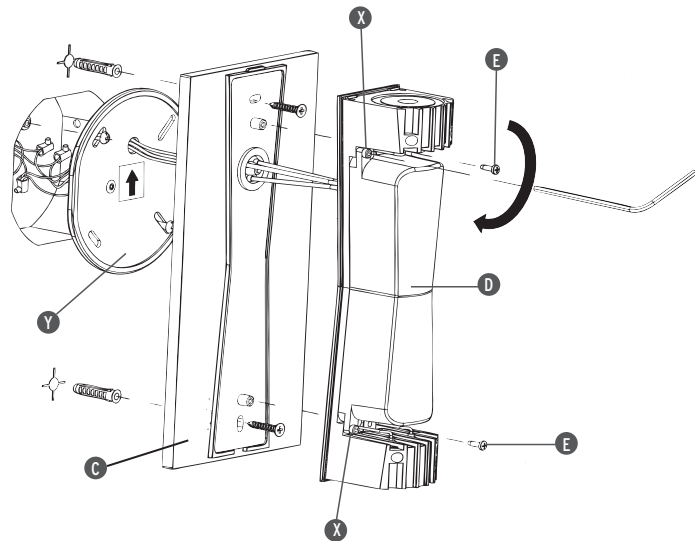

Fig. 1b
<GB> Fig.1b Separate the wall attachment (C) from the body (D) by unscrewing the screws(E); pass the power cables from the device through the central hole of the covering plate (Y) , then make the electrical connections in the Junction Box (White to white, black to black, green to earth); fix the covering plate (Y) to the Junction Box with the screws provided taking care to follow the direction of the arrow, then fix the attachment to the wall (C) with screws and rawl plugs; N.B.use rawl plugs appropriate to the mounting medium. Remount the body (D) to the wall attachment (C) with the screws (E), then tighten down the four screws (X) with the tool provided.
<FR> Fig.1b Séparer la pièce de fixation murale (C) du corps du luminaire (D) en retirant les vis (E); faire passer les câbles d'alimentation de l'appareil à travers le trou central de la pièce ronde (Y), puis effectuer les raccordements électriques à l'intérieur du boîtier (Blanc à blanc, noir à noir, vert à la terre); fixer la pièce ronde (Y) au boîtier à l'aide des vis fournies en veillant à respecter le sens indiqué par la flèche, puis fixer l'attache au mur (C) avec des vis et des chevilles à expansion; Nota bene : utiliser des vis et des chevilles adaptées à la surface d'installation. Installer le corps (D) sur la pièce de fixation murale (C) avec les vis (E) puis serrer à fond les quatre vis (X) à l'aide de la clé fournie.
<ES> Fig.1b Separe la pieza de fijación a la pared (C) de la unidad (D) aflojando los tornillos (E); Pase los cables de alimentación procedentes del aparato por el orificio central de la cubierta (Y); a continuación, realice las conexiones eléctricas en la Caja de Conexiones (blanco con blanco, negro con negro y verde con tierra); fije la cubierta (Y) a la Caja de Conexiones con los tornillos que se suministran, prestando atención a que tengan la orientación correcta, según indica la flecha; a continuación, asegure la pieza de fijación a la pared (C) con tornillos y tacos de expansión; Nota: utilice tornillos y tacos adecuados para la superficie destinada al montaje. Vuelva a montar la unidad (D) en la pieza de fijación a la pared (C) con los tornillos (E), a continuación, apriete a fondo los cuatro tornillos (X) con la llave que se suministra.
<J> 図1B ネジ (E) を抜いてウォールアットachment (C) を本体 (D) から分離する; 器具の電気ケーブルをカバーのプレート (Y) の中央の穴に通し、ジャンクションボックス (黒色は黒色に、白色は白色に、緑色はアースに) の電気接続を行う; 矢印で印されている通りに正しく方向づけられているか注意しながら付属のネジでカバーのプレート (Y) をジャンクションボックスに固定し、ネジとスクリューアンカーでウォールアットachment (C) を固定する; 注意 組み立てが行われる表面に適したスクリューアンカーを選択する。ネジ (E) で本体 (D) をウォールアットachment (C) に再び組み立てる、四本のネジ (X) をしっかり付属のスパナで締める。